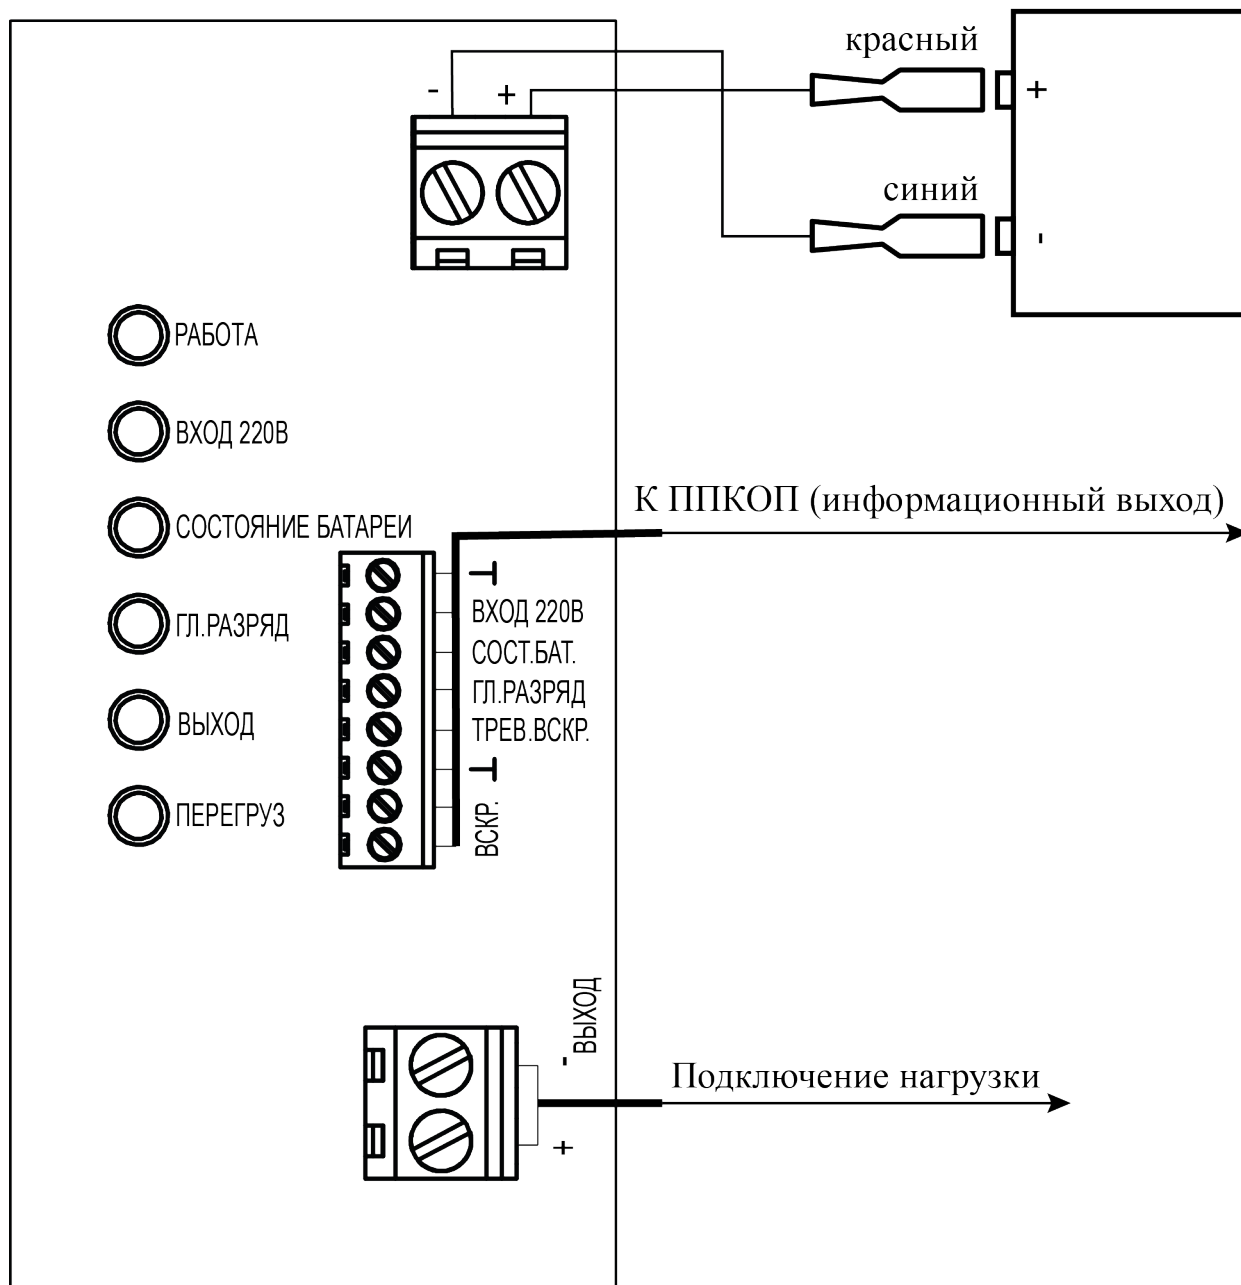
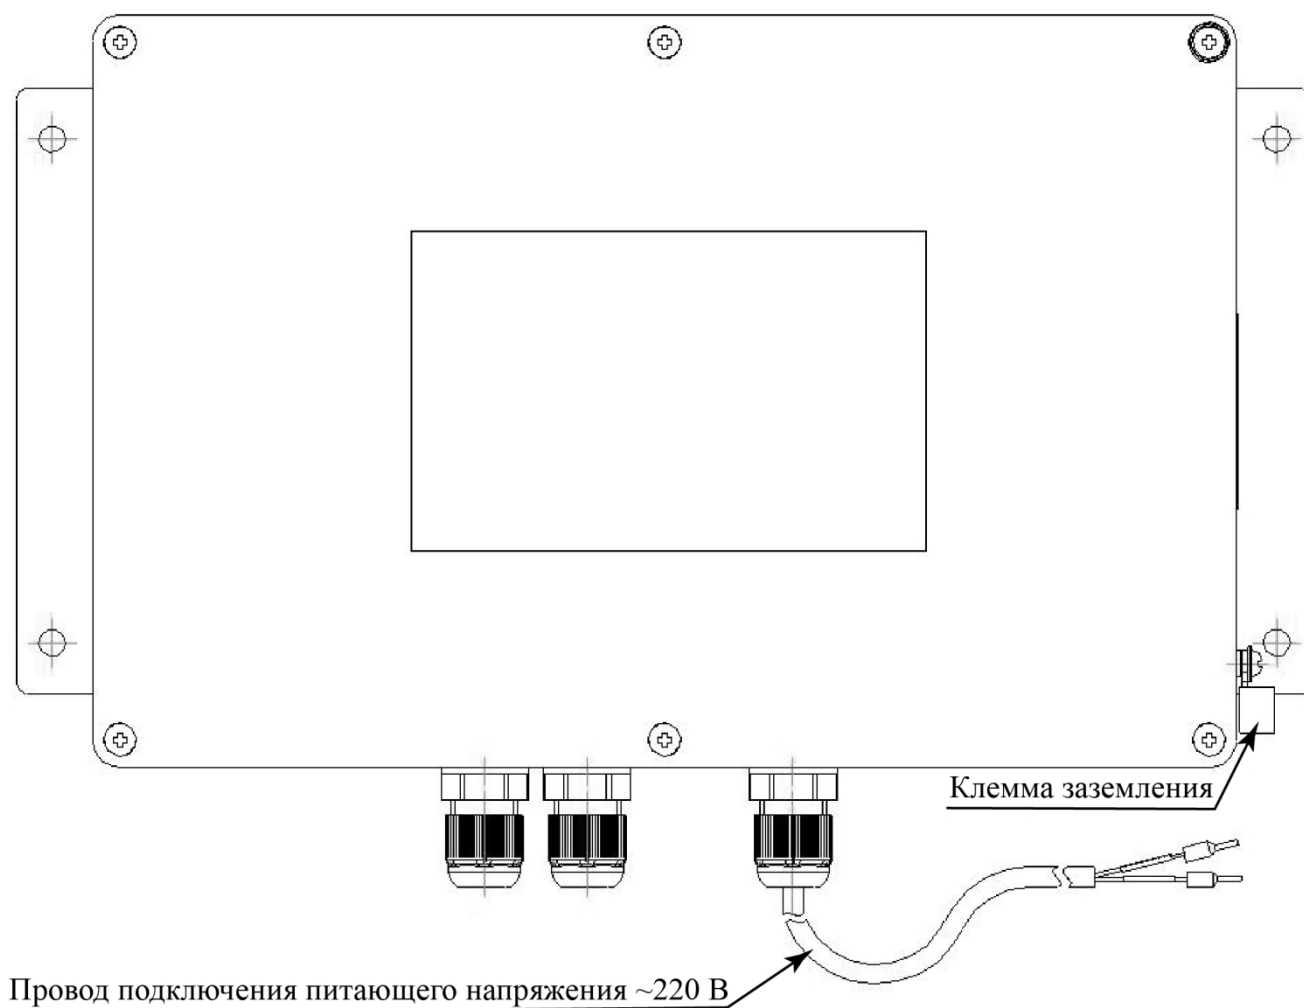

Рисунок 4
Рисунок 5
Произвести подключение внешних цепей в соответствии со схемой подключения (рисунок 4 и рисунок 5) в следующей последовательности:
- подключить провод заземления (рисунок 5);
- подключить провод нагрузки (рисунок 4);
- подключить информационный выход (рисунок 4);
- установить и подключить аккумуляторную батарею (рисунок 4);